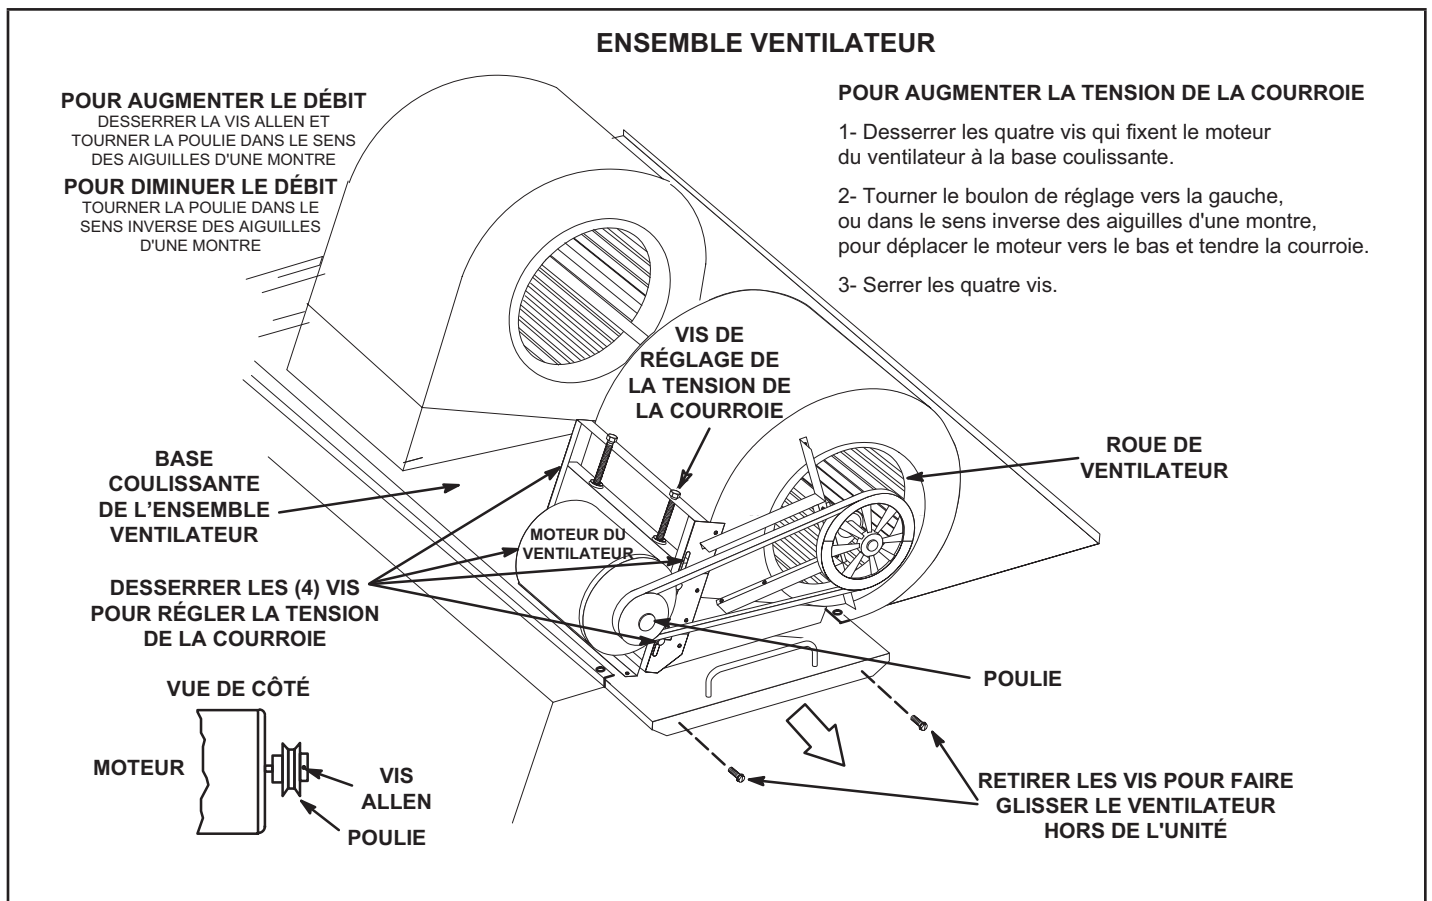

FIGURE 18
- 2 - Retirer les vis situées de chaque côté de la base coulissante de l'ensemble ventilateur. Voir FIGURE 18.
4 - La vitesse du ventilateur peut être réglée au niveau de la poulie du moteur. Desserrer la vis Allen et tourner la poulie réglable dans le sens des aiguilles d'une montre pour augmenter le débit. Tourner dans le sens inverse des aiguilles d'une montre pour diminuer le débit. Voir FIGURE 18. Ne pas dépasser les nombres minimum et maximum de tours de poulie indiqués au TABLEAU 5.
- 1 - Desserrer les quatre vis qui fixent le moteur du ventilateur à la base coulissante. Voir FIGURE 18.